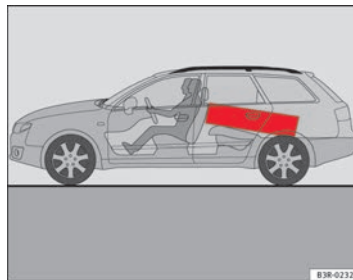

Fig. 116 Los objetos pesados deberían transportarse lo más adelante posible.
- Los objetos pesados deberían transportarse lo más adelante posible ⇒ página 150, fig. 116.